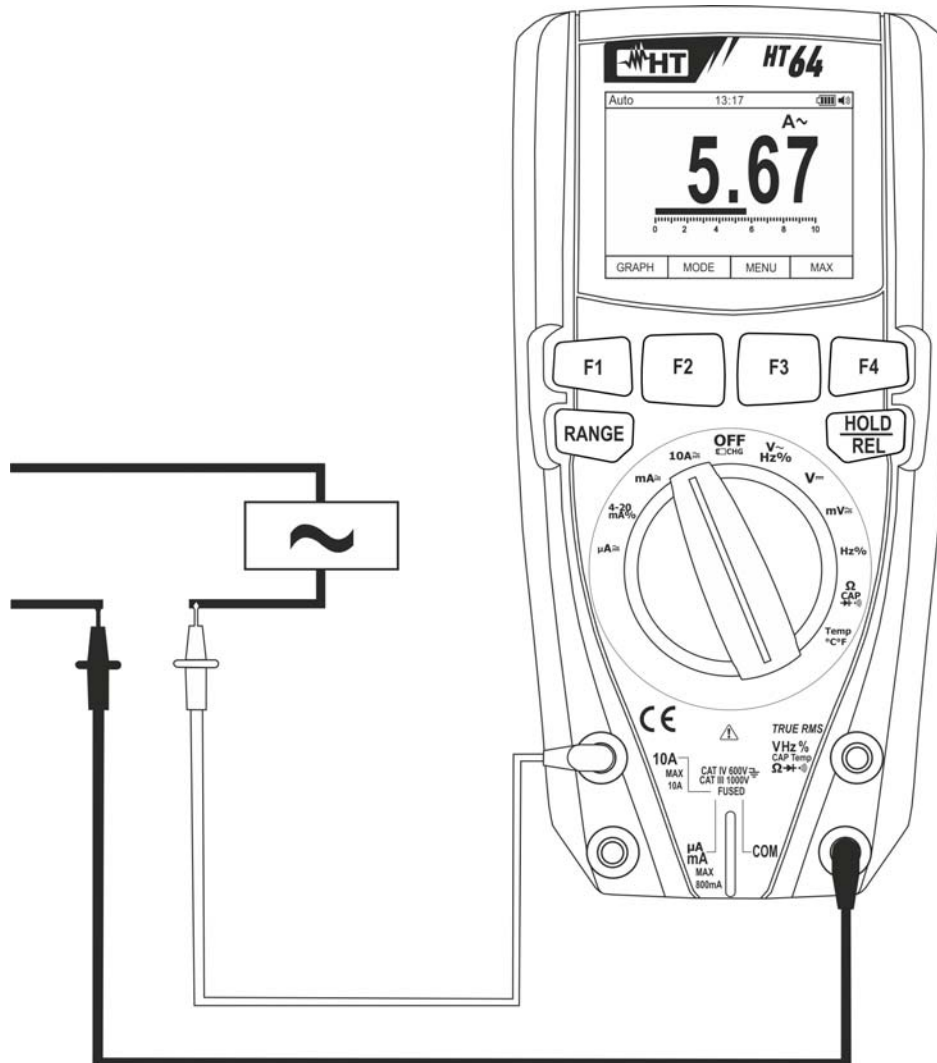

Fig. 30: Utilisation de l'instrument pour la mesure de Courant AC
5. Connecter l'embout rouge et l'embout noir en série au circuit duquel on veut mesurer le courant (voir Fig. 30)